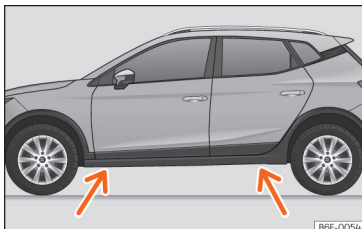

Abb. 196 Aufnahmepunkte für den Wagenheber.
- Suchen Sie am Längsträger die Markierung des Wagenheberaufnahmepunktes (Eindrückung), die dem zu wechselnden Rad am nächsten liegt » » » (Abb. 196).